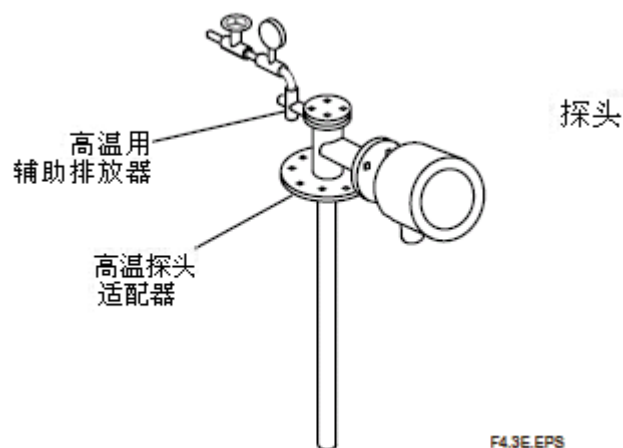

图 4.3 辅助排放器安装
- 如果使用高温探头而测量气为负压，连接辅助排放器到高温探头适配器（见 4.1.4, 图 4.3）的样气排气孔。
- 如果测量气为负压，如图 4.3 所示连接辅助排放器（E7046EC/E7046EN）。离辅助排放器尽可能近地安装压力表。然而，如环境温度太高，在温度低于 40℃ 的地方安装压力表。
- 如果使用高温探头和样气为负压时，将辅助排放器连接在高温探头适配器（见 4.1.4 节，图 4.3）的样气排放孔上。